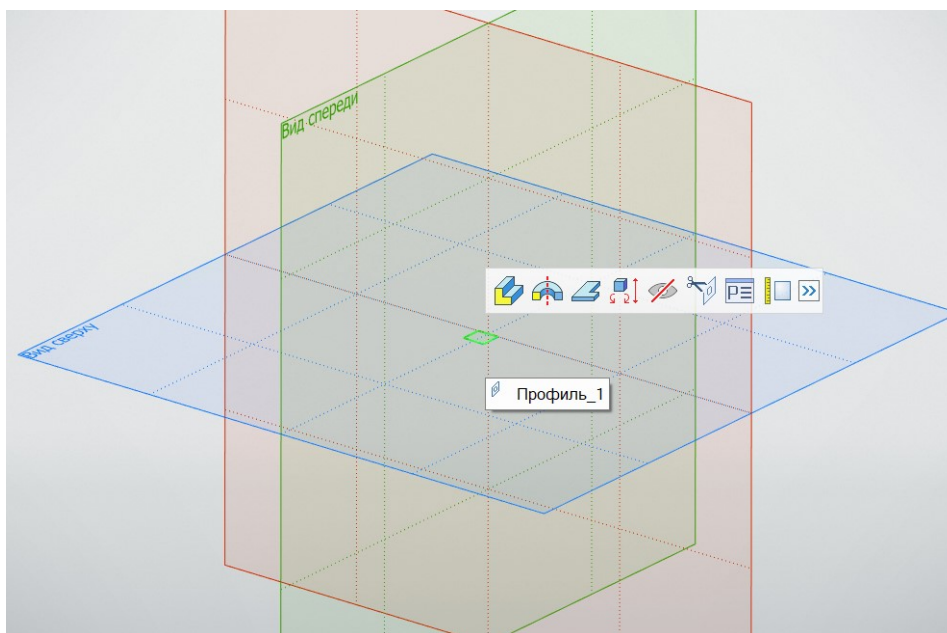

Рис. 53
7. Выделим этот эскиз щелчком мыши на его изображении в рабочем окне или на его названии в «дереве модели» – он будет подсвечен зеленым цветом. При выделении щелчком на самом эскизе рядом с ним появится «быстрая» панель (рис. 53) с кнопками операций преобразования эскиза в 3D-элемент. Эти же операции доступны для выбора и на панели «ленты» **3D Модель**.